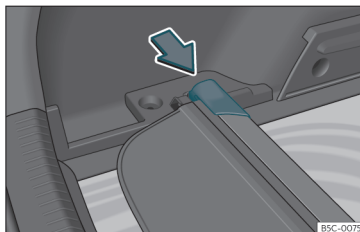

Abb. 112 Im Gepäckraum: Aufnahme zum Verstauen der aufrollbaren Abdeckung.
- Drücken Sie den Kopfteil der aufrollbaren Abdeckung in Pfeilrichtung, bis diese in der vorgesehenen Aufnahme einrastet »» Abb. 112.